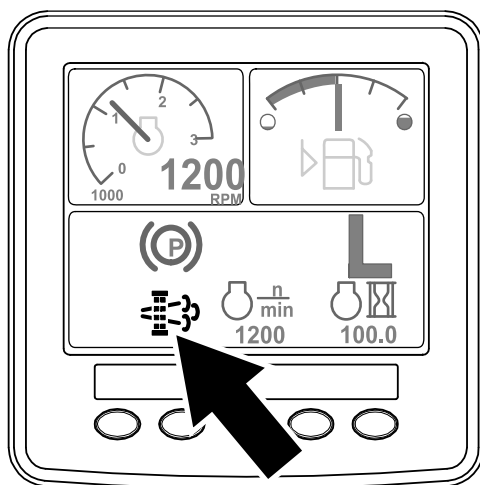

Figure 45
- L'icône préconisant une régénération stationnaire s'affiche sur l'InfoCenter (Figure 45).